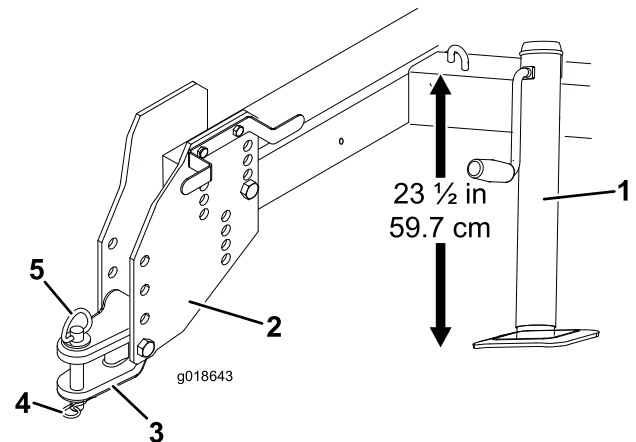

Figura 3
3. Ajuste el gato, de modo que la distancia desde la parte superior del chasis al suelo sea de 59,7 cm (Figura 3).
- Retire los pernos y las contratueras que fijan la barra de tracción a las placas de enganche (Figura 3).
6. Fije la barra de tracción al enganche de la unidad de tracción con el pasador de enganche y el pasador de seguridad (Figura 3).